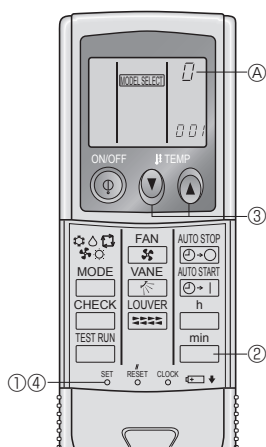

Fig. 6-4
4) Asignación de un mando a distancia para cada unidad (Fig. 6-4)